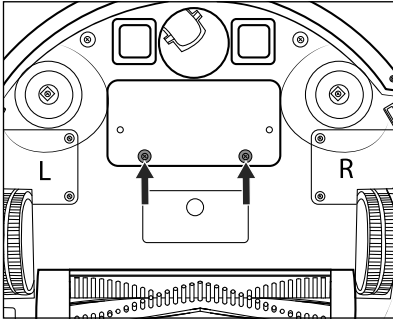

Fig. 16
- 1) Allentare le due viti della copertura del vano batteria **29** (vedere fig. 16) situata sul lato inferiore dell'apparecchio con un cacciavite a croce e rimuoverle dall'apparecchio. Togliere la copertura del vano batteria **29** dall'apparecchio.